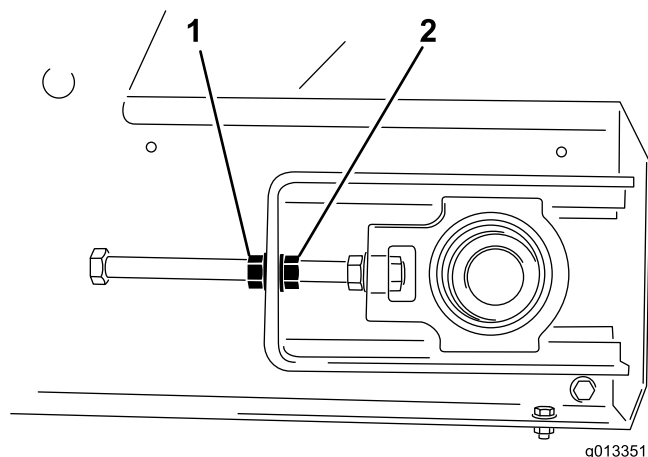

Figura 55
4. Com duas chaves, segure uma extremidade da barra tensora estacionária e, em seguida, desaperte a porca de bloqueio, a porca mais próxima da extremidade da barra (Figura 55).
3. No lado em que a correia está desajustada, segure a extremidade da barra tensora estacionária e, em seguida, desaperte a porca de bloqueio e aperte a porca de ajuste em duas faces da porca (Figura 55).